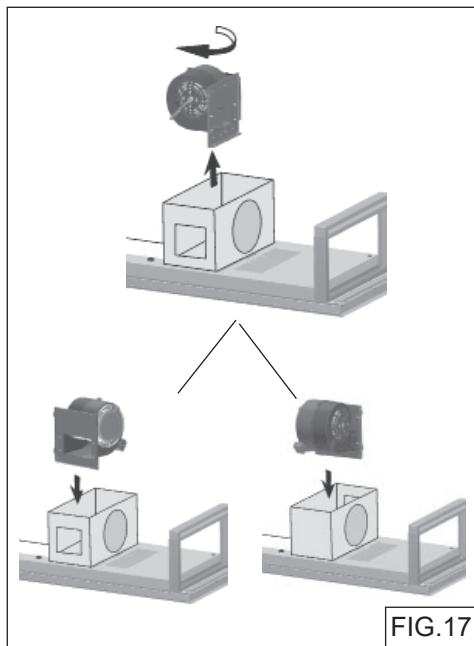

FIG.17
• Tournez le ventilateur de 90 degrés et réinstallez (2) vis (Fig.17). Réinstallez les couvercle du boîtier, le clapet et les vis.